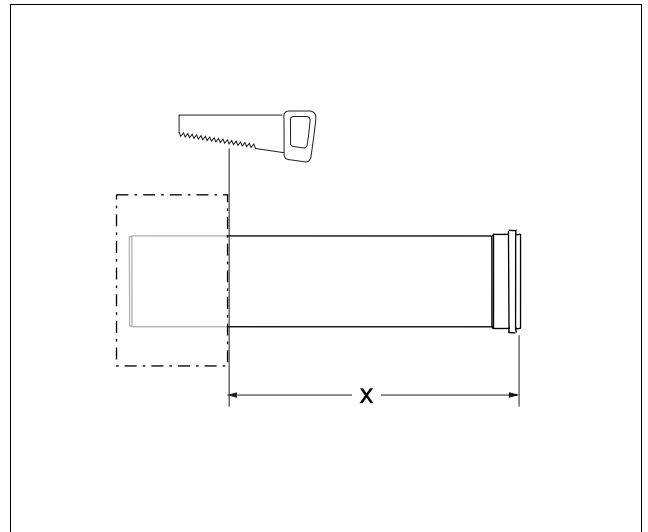

Bild 10 Rohre ablängen
- Rohre auf die benötigte Länge x rechtwinklig kürzen (Bild 10).